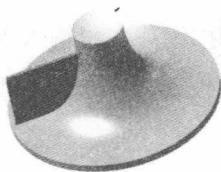
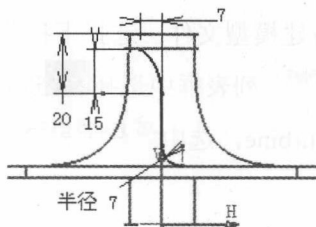

图 1.4 凸台 1
图 1.5 截面草图
(5) 单击  按钮, 完成旋转体 1 的创建。
Step3. 添加图 1.4 所示的零件特征——凸台 1。
(1) 选择命令。选择下拉菜单 **插入**  **凸台** 命令 (或单击  按钮), 系统弹出“定义凸台”对话框。
(2) 创建截面草图。
① 定义草图平面。在“定义凸台”对话框中单击  按钮, 选取“xy 平面”为草图平面。
② 绘制截面草图。在草绘工作台中绘制图 1.5 所示的截面草图。
③ 单击“工作台”工具栏中的  按钮, 退出草绘工作台。
(3) 定义拉伸深度属性。在 **第一限制** 区域的 **类型**: 下拉列表中选择 **尺寸** 选项, 在 **第一限制** 区域的 **长度**: 文本框中输入值 50; 选中 ☒ **厚度** 复选框, 在薄凸台区域的 **厚度 1** 文本框中输入值 0; 在 **厚度 2**: 文本框中输入值 1,
(4) 完成特征的创建。单击  按钮, 完成凸台 1 的添加。